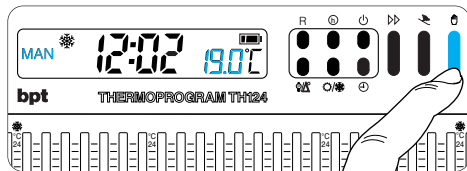

Fig. 26
**9.1** - Selezionare il funzionamento MANUALE ed impostare la temperatura desiderata (fig. 26).